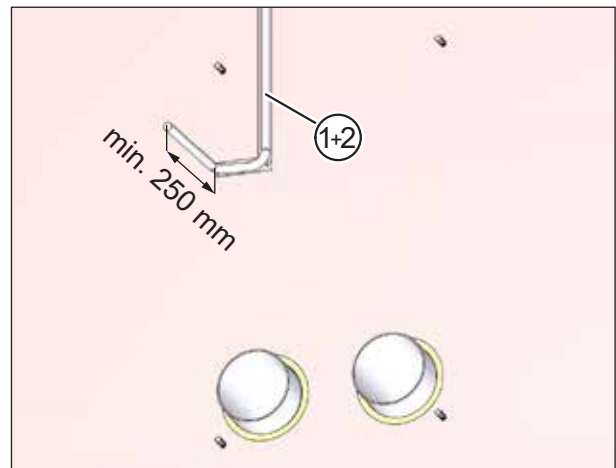

Abb. 25: Anschlusskabel verlegen
- ▶ Verlegen Sie das Netzkabel (Pos. 1 in Abb. 25) und ggf. das Steuerkabel (Pos. 2 in Abb. 25) mit einem Kabelüberstand von ca. 250 mm über die Mauer.